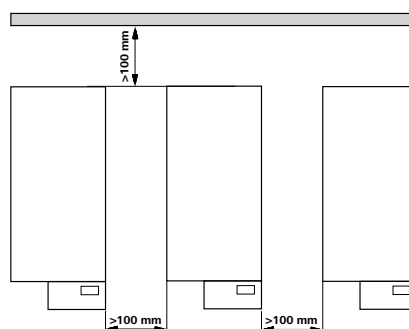

fig. 2
- Observe as distâncias mínimas entre aparelhos, aparelho e parede e distâncias mínimas (mín. 800 mm) por cima do módulo. ver Fig. 2.